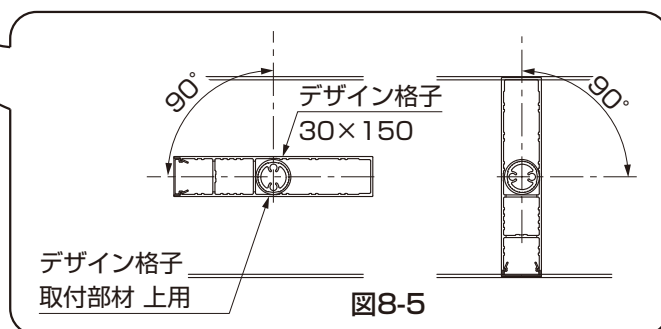

図8-5
- デザイン格子取付部材はデザイン格子の取付け角度に対して90°に取付けてください。(図8-5参照)